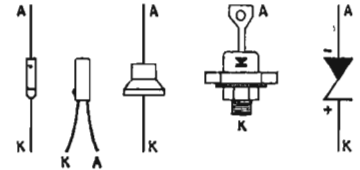

Fig. RR-2.03
3° La figure RR-2.03 montre les principaux brochages des diodes Zener, la correspondance anode (A) cathode (K), des sorties, et la correspondance avec la représentation schématique.